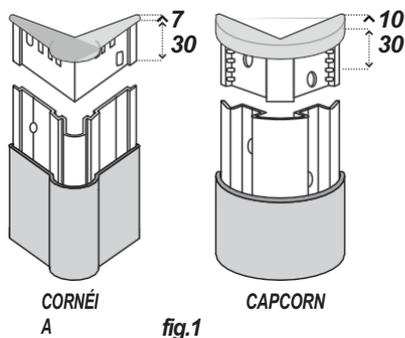

fig.1
■ Calcular o comprimento do núcleo de alumínio a cortar, deduzindo as dimensões das tampas do comprimento total. As tampas podem ser colocadas na parte superior e inferior dos protectores (fig.1).